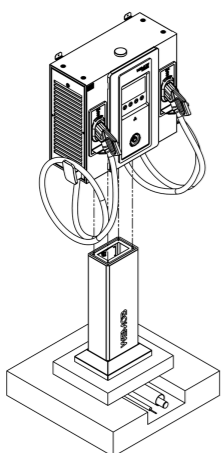

Figura 4.10: Ejemplo de fijación de la estación WEMOB-STATION (60/80 kW) en el totem
Una vez finalizada la fijación del totem a la base de concreto, se debe proceder con la fijación de la estación de recarga. Esta debe realizarse a través de los cuatro (4) puntos existentes en ella, utilizando cuatro (4) tornillos hexagonales M6, con un par de apriete recomendado de 10 Nm, de modo que se garantice una fijación segura tanto para la estación de recarga como para el operador, conforme la Figura 4.10.